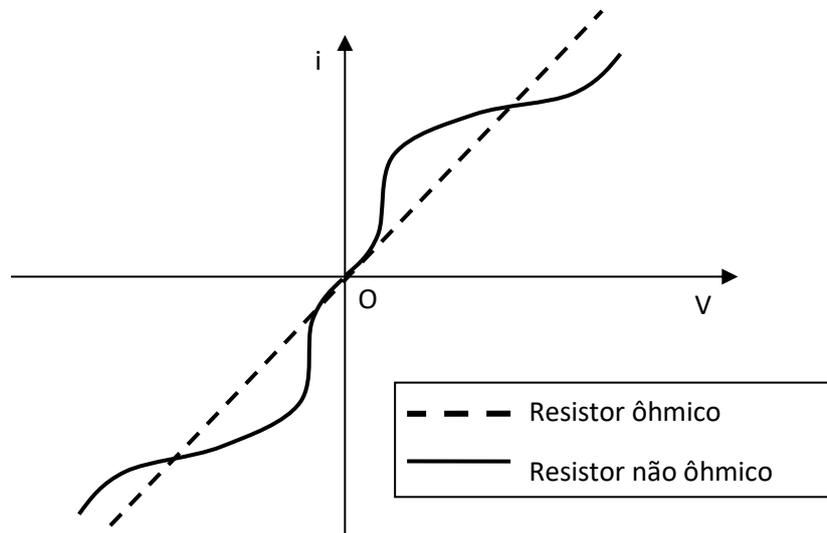

Figura 1: Curva característica de dois elementos resistivos hipotéticos.
A definição (2) para um elemento resistivo X qualquer assegura uma propriedade importante desses elementos que é $V_X=0$ quando $i_X=0$. Isso quer dizer que por mais complicada que seja sua curva característica, ela sempre passa pela origem do sistema de coordenadas, como pode ser visto na Figura 1.